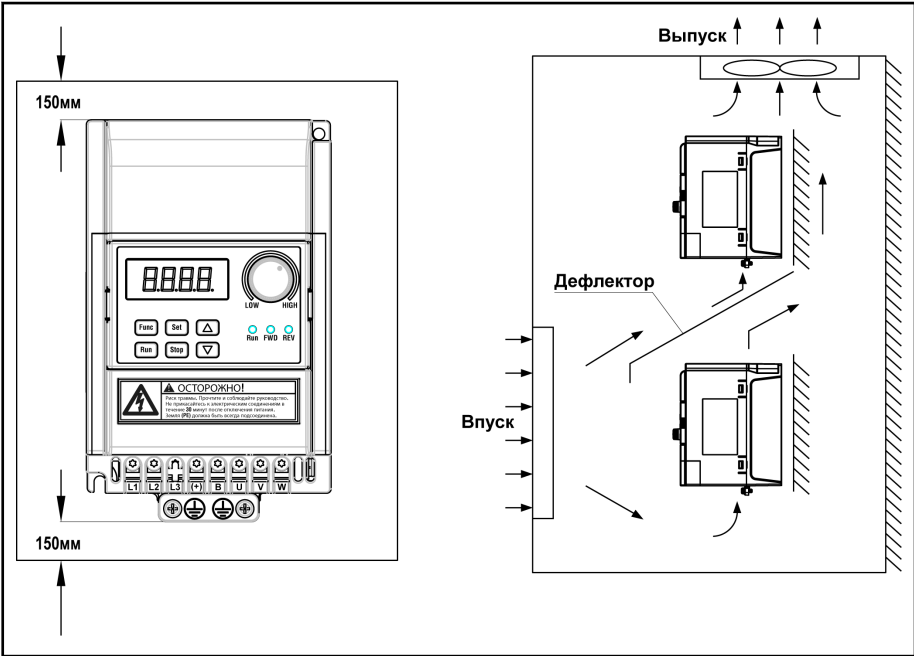

Рис.5-4: Монтаж EFC 3600
- ①: Выбор правильного предохранителя см. Рис. 5-4 "Размеры предохранителей и кабелей" на стр. 36.
②: Это сократит срок службы релейных контактов и конденсаторов шины постоянного тока и может разрушить резистор для зарядки конденсатора и ограничения тока.